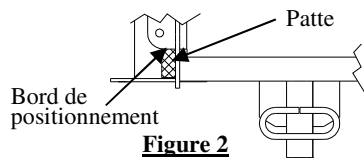
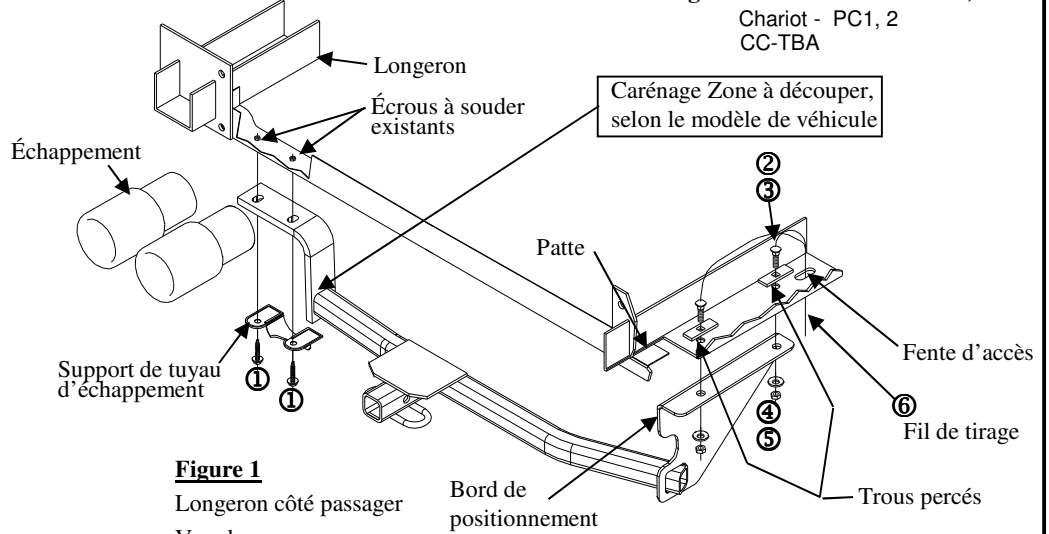

Figure 2
Figure 1
①	Qté (2)	Boulon M8 X 1.25 X 55 CL9.8	④	Qté (2)	Rondelle conique 7/16"
②	Qté (2)	Boulon de carrosserie 7/16-14 X 1.50 GR5	⑤	Qté (2)	Écrou 7/16-14
③	Qté (2)	Bloc ¼ X 1 X 3	⑥	Qté (1)	Fil de tirage
- Retirer le carénage de plastique recouvrant le longeron de châssis côté passager en enlevant les cinq (5) vis Torx. Remettre le carénage et les vis au propriétaire du véhicule. Enlever les deux écrous en plastique des pattes du carénage (ne pas jeter).
- Pour abaisser le tuyau d'échappement, enlever les deux (2) boulons du support de crochet de suspension, comme illustré à la figure 1. Remettre les boulons au propriétaire.
- Faire glisser le support situé côté conducteur au-dessus du support de tuyau d'échappement. Remarque : Intercaler le support d'attelage entre le cadre de châssis et le support de tuyau d'échappement. Installer sans trop serrer les deux (2) boulons M8. Remarque : Faire pivoter l'attelage pour faciliter l'installation.
- Aligner le support côté passager sur le bord de positionnement et la patte (voir Figure 2) (s'assurer que l'attelage est aligné perpendiculairement au véhicule en veillant à ce que le support repose à plat contre le longeron de châssis). Il se peut que le support côté passager doivent être poussé à plat contre le longeron. Utiliser ensuite l'attelage comme gabarit pour marquer l'emplacement des trous à percer. Percer des trous de 1/2 po de diamètre.